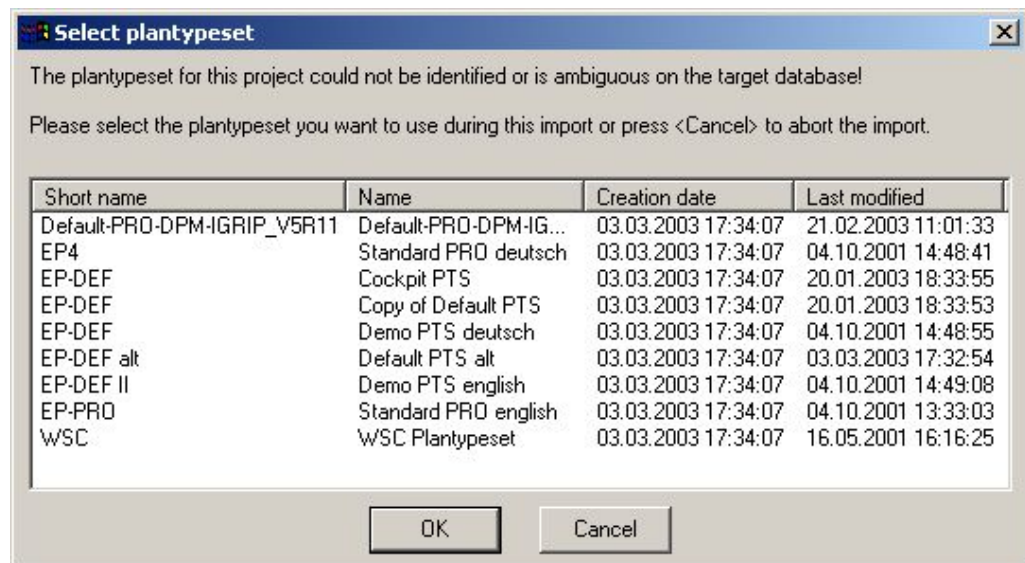

Abbildung 26: Planungstypensatz Selektor
- ⇒ Danach erscheint ein Auswahldialog (Abbildung 26) mit allen zur Verfügung stehenden Planungstypensätzen.